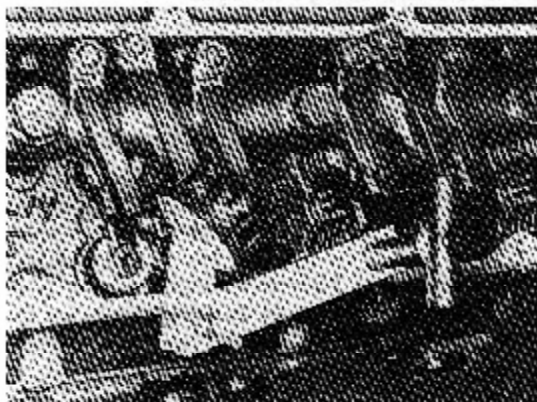

Рис. 2-38. Циферблатный индикатор на месте
1. Поместите индикатор ST-1170 сверху фланца плунжера – Рис. 2-38.